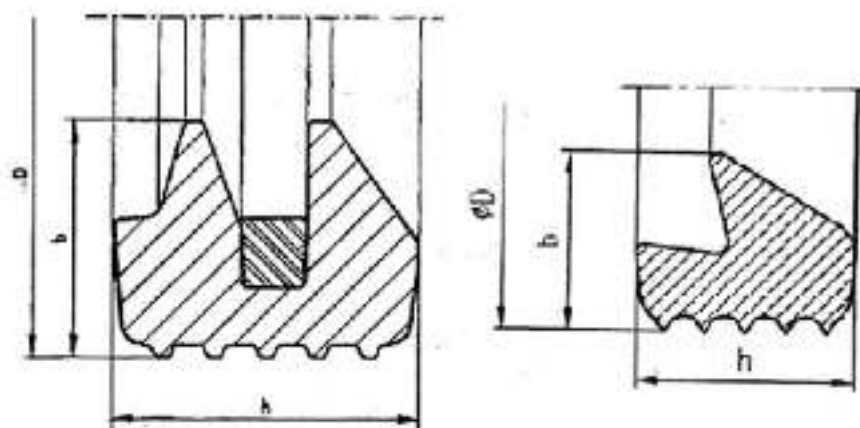

Рисунок 11- Виды и размеры резинового уплотнительного кольца
3.5. Виды уплотнительных колец приведены на Рис. 11 и их основные размеры приведены в **таблице 12 и 13.**